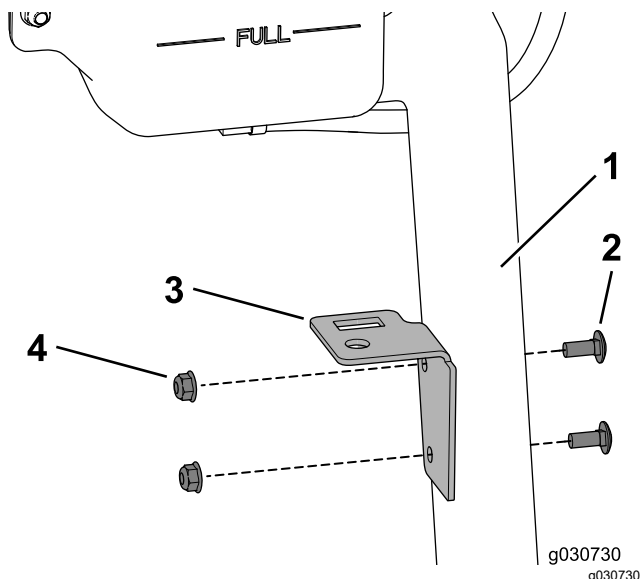

Figura 43
- Utilize dois parafusos de carroçaria (5/16 pol. x ¾ pol.) e duas porcas flangeadas (5/16 pol.) para prender a placa do depósito ao suporte do recipiente do líquido de arrefecimento (Figura 43).